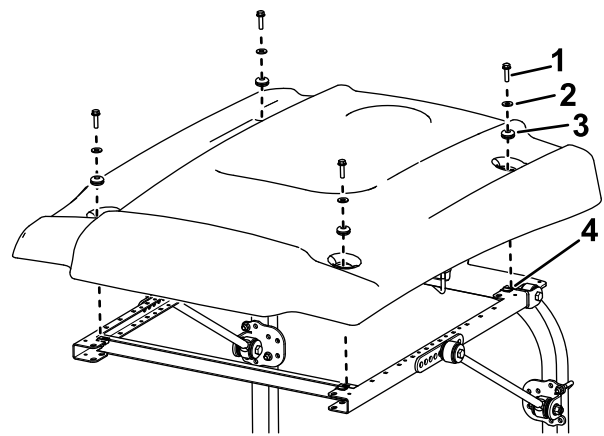

Figure 45
9. Lors de l'alignement des trous de fixation, positionnez le pare-soleil sur le cadre comme montré à la Figure 45.
10. Fixez légèrement chaque coin du pare-soleil au cadre avec un boulon à embase ($\frac{5}{16}$ " x 1"), une petite rondelle et une bague (Figure 45).